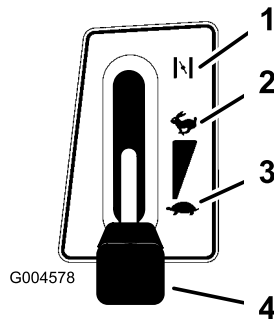

Figura 13
5. Ponga la palanca del acelerador en Estárter (Figura 13).
7. Cuando el motor arranque, mueva lentamente el acelerador a la posición Rápido (Figura 13). Si el motor se cala o funciona irregularmente, vuelva a colocar el acelerador en Estárter durante unos segundos y luego mueva la palanca del acelerador a Rápido. Repita este procedimiento tantas veces como sea necesario.
1. Ponga la palanca del acelerador en Lento (Figura 13).